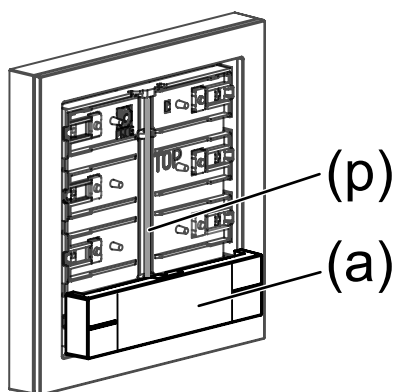

Figura 6: Raddrizzare il copritasto
- Posizionare il copritasto (a) dritto (Vedi figura 6).